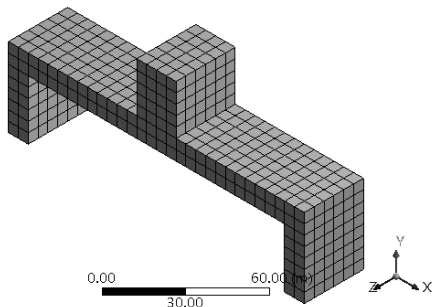

图 5-175 网格效果
Step2：在 Outline（分析树）中的 Mesh 选项上单击鼠标右键，在弹出的快捷菜单中选择  Generate Mesh 命令。最终的网格效果如图 5-175 所示。